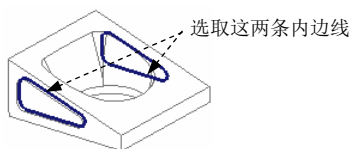

图 5.36.23 倒圆角特征 2
- (1) 在图形区中选取要镜像复制的切削拉伸特征（或在模型树中选择“拉伸 3”）。
- (2) 选择镜像命令。单击 **模型** 功能选项卡 **编辑** 区域中的“镜像”按钮 .
- (3) 选择 FRONT 基准平面为镜像中心平面。
- (4) 单击“镜像”操控板中的  按钮，完成镜像操作。
Step13. 添加图 5.36.23 所示的倒圆角特征 2。
- (1) 单击 **模型** 功能选项卡 **工程** 区域中的  按钮。
- (2) 选取圆角的放置参考：在模型上选择图 5.36.23 中的两条内侧边线；在操控板中的圆角半径文本框中输入值 3.0，并按回车键；单击“完成”按钮 ，完成特征的创建。